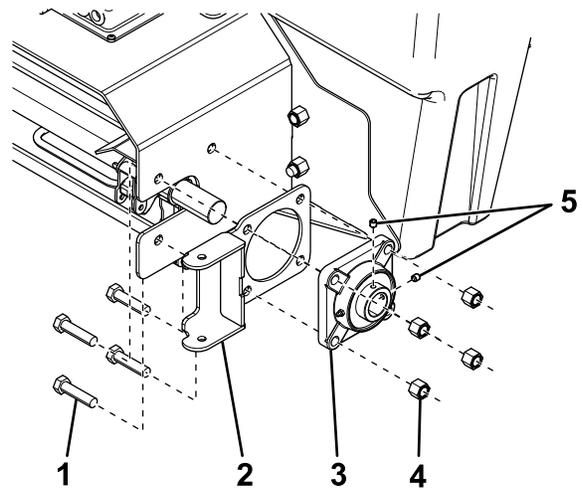

Bild 23
10. Befestigen Sie die zuvor entfernte Halterung der Zapfensicherung und das neue Lager mit vier Schrauben ($\frac{1}{2}$ " x 2") und zwei Nylon-Sicherungsmuttern ($\frac{1}{2}$ ") an der rechten Seite der Abdeckung der Stahlbolzenkette, wie in Bild 23 dargestellt.